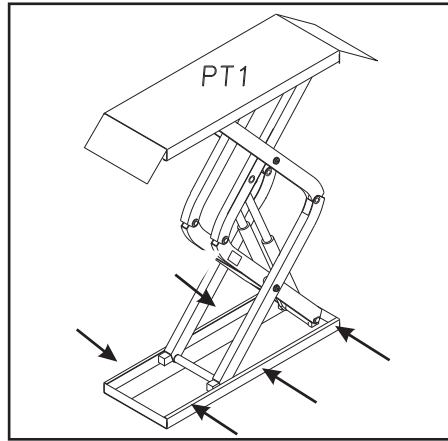

Fig.18 - Abb.18
N.B. per un corretto spessoramento posizionare i lamierini come indicato in fig. 18.
NOTE: Insert the metal shims as shown in the picture below, fig. 18
N.B.: Pour obtenir un calage correct, les cales doivent être placées aux points indiqués sur la fig. 18.
NOTIZ: Führen Sie die Metallscheiben wie im folgenden Bild gezeigt, ein, um den Lift richtig zu platzieren. Abb. 18
Nota: para colocar correctamente las cuñas metálicas según indicado en la fig. 18.